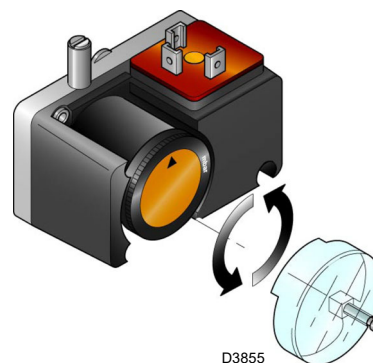

Fig. 32
- Reglați presostatul pentru controlul etanșeității (kit PVP) (Fig. 32 la pag. 36), dacă este montat, în conformitate cu instrucțiunile furnizate cu kitul.
Reglați presostatul pentru controlul etanșeității (kit PVP)(Fig. 32) în conformitate cu instrucțiunile furnizate cu kitul.